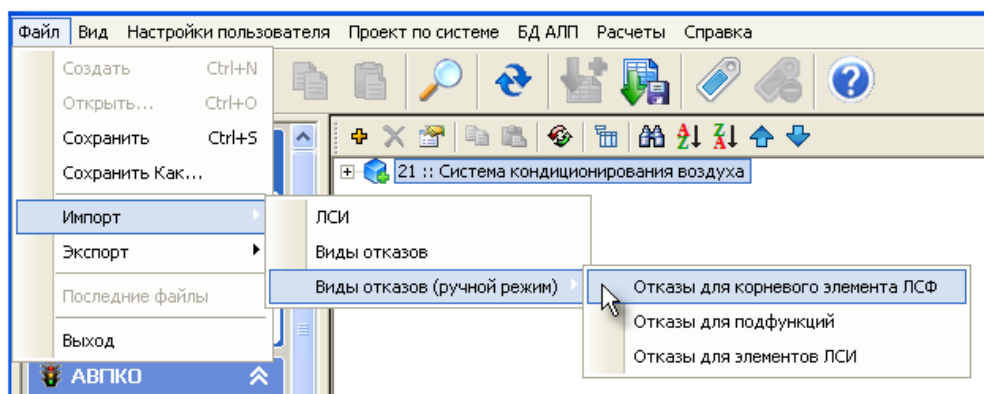

Рис. 16-9
2. В главном меню программы выберите **Файл** → **Импорт** → **Виды отказов (ручной режим)** → **Отказы для корневого элемента ЛСФ** (рис. 16-9).